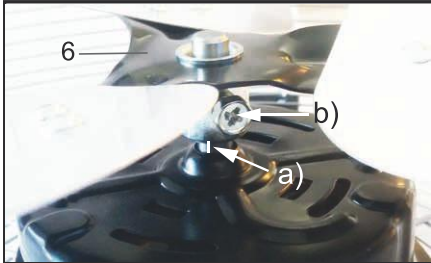

Fig.49: Montering af rotoren
Rotoren må ikke ligge direkte på motoren. Der skal være en synlig afstand mellem afstandsholderen og motoren. Se fig. 49 a).
3. Skru rotoren fast med den skrue, der findes på siden af afstandsholderen. Se fig. 49 b).